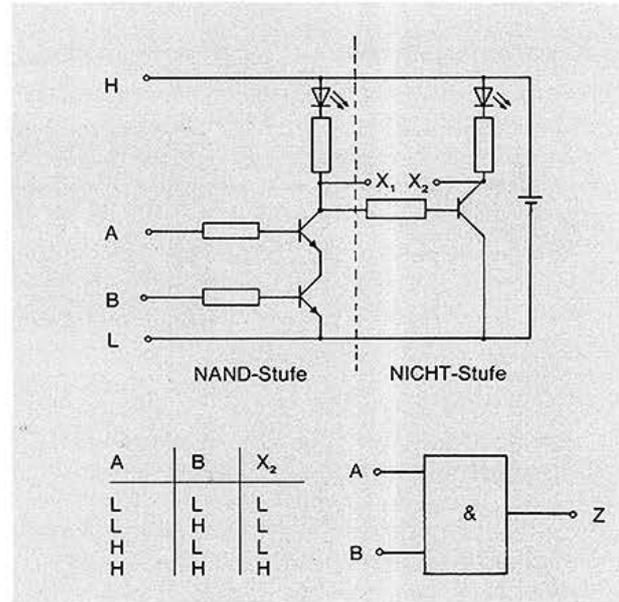

Abb. 2.5-27: UND-Schaltung, Schaltzeichen und Wahrheitstafel
**Das UND-Glied:** In der Schaltung (Abb. 2.5-27) sind zwei Transistoren hintereinander geschaltet, die einen gemeinsamen Kollektorschluß haben. Damit ein Kollektorstrom fließen kann, müssen die beiden Eingangsvariablen A und B auf H liegen; sonst sperrt
mindestens einer der Transistoren. Die nachgeschaltete Transistorstufe ist ein NICHT-Glied. Es liefert ein Signal, das dem des Punktes  $X_1$  entgegengesetzt ist. Die drei möglichen Kombinationen der Eingangsvariablen zeigt die Tabelle in Abb. 2.5-27. Weil  $X_2$  dann und nur dann den Wert H hat, wenn sowohl die Eingangsvariable A als auch B den Wert H haben, nennt man diese Schaltung ein UND-Glied.